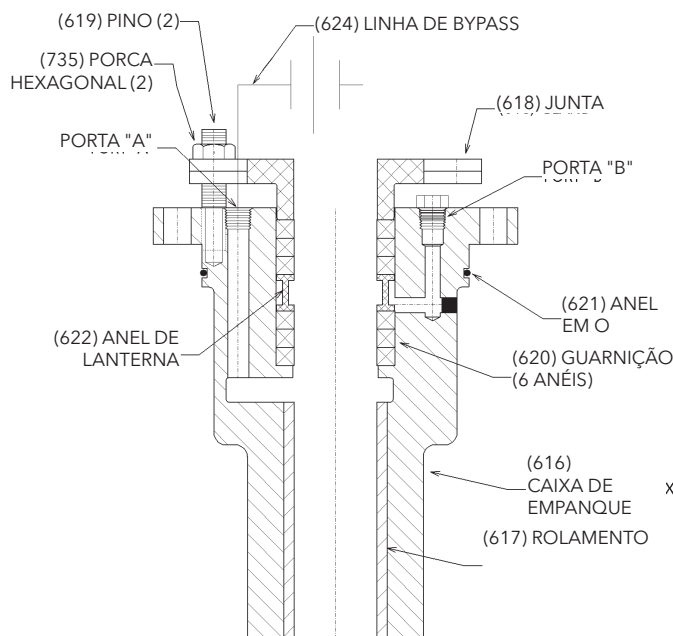

Figura 7
1. (Consulte a Figura 7). Lubrifique as rosas do tubo e a parte inferior do flange da placa de tensão com um composto para rosca. Enrosque manualmente a placa de tensão (625) no bocal do tubo incluído (629) até o ombro assentar na cabeça de descarga.